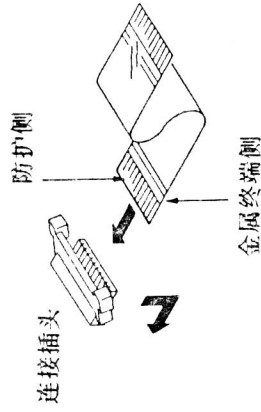

图68
⑨如图68所示,将扁平电缆连接到马达上,注意其顶部和底部(应将其金属终端侧朝下插入),并按箭头所示方向移动,将连接插头牢牢锁定;